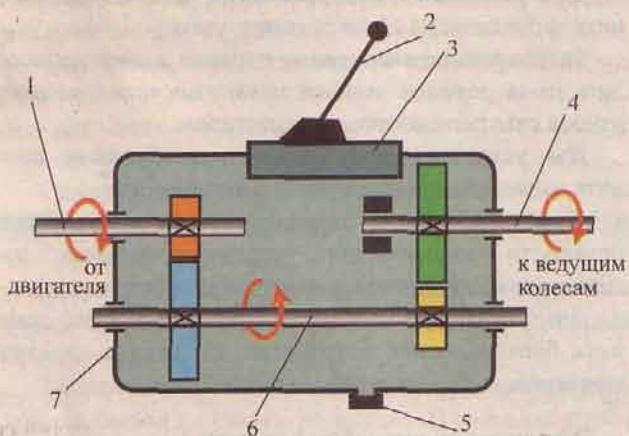

Рис. 34 Схема работы коробки передач.
**Коробка передач** состоит из (рис. 34):